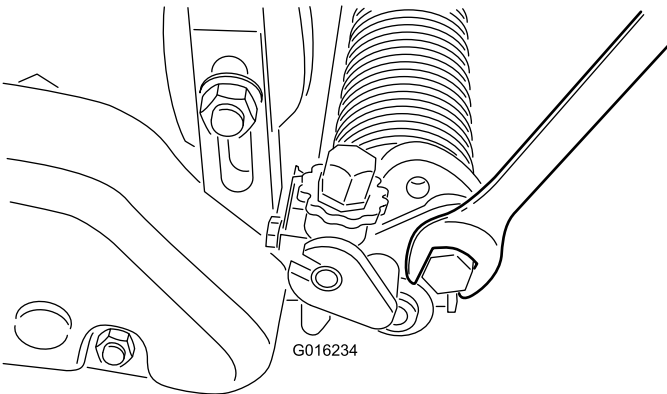

Figura 21
- A. allentate i bulloni sui bracci destro e sinistro del groomer (Figura 21).
C. Serrate i bulloni che fissano la regolazione (Figura 21).